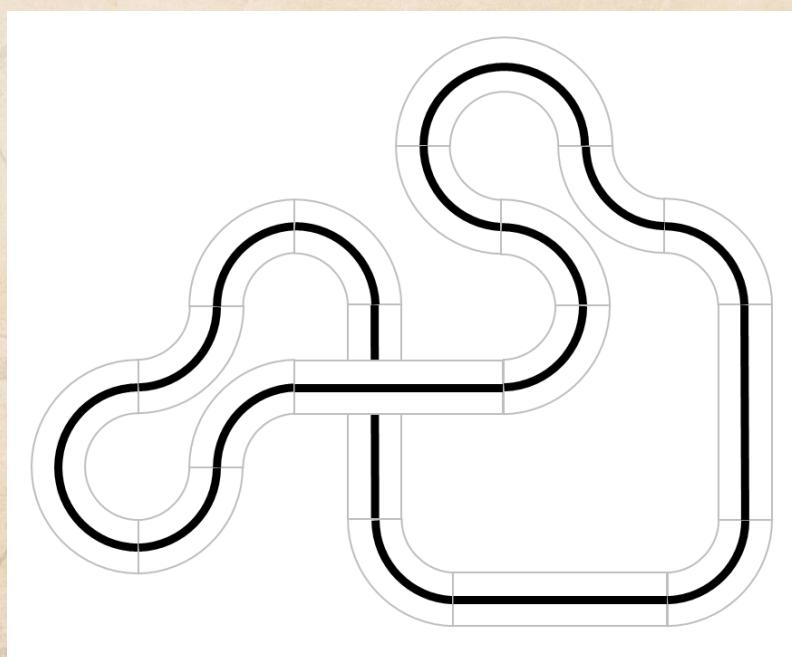

Figura 2. Distribución de la pista
- El diseño geométrico (tamaño total, distribución y recorrido) estará definido por la Figura 2 de este manual. La pista utilizada en competencia deberá corresponder a ese trazado o a su versión oficial publicada por el comité organizador.
según se muestre en la Figura 2.
El ensamblaje deberá realizarse exclusivamente conforme al esquema indicado en la Figura 2, el cual especifica el orden, orientación y método de empalme entre segmentos para asegurar continuidad de la línea, precisión geométrica y uniformidad en toda la pista.